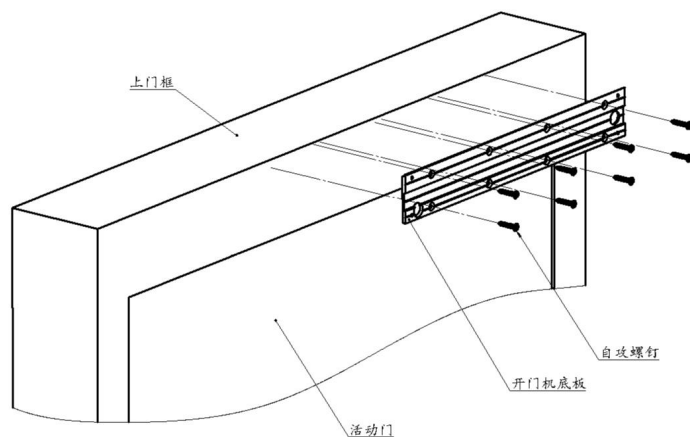

图 3-2
2. 按照门机安装尺寸图将开门机底板用自攻螺钉或膨胀螺钉固定在门框或墙面上，螺钉数量可按实际需求增加或减少。见图 3-2